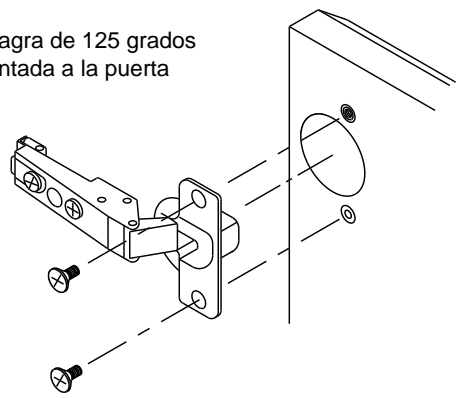

Fig. 7
1. Remove hinges and screws from hardware bag. Mount hinge unit on door as shown in Fig. 6 and Fig. 7 securing with screws provided.
- Quite las bisagras y los tronillos de bolsos del hardware. Monte la unidad de la bisagra en puerta segun lo demostrado adentro Fig. 6 y Fig. 7 que asegura con los tornillos proporcionados.